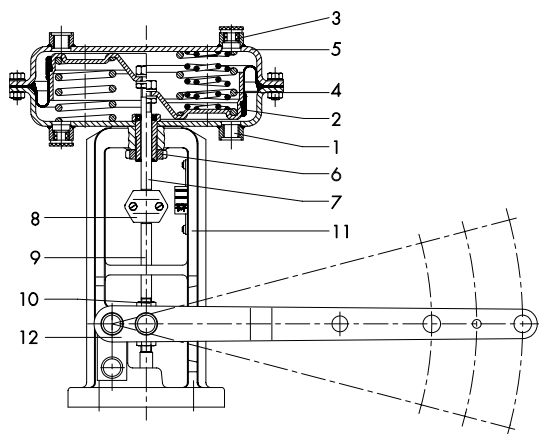

Рис. 3 · Разрез сервопривода типа 204-1 (правая половина мембраны с дополнительными пружинами)
Принцип работы (рис. 3)
Управляющее давление p_{st} создает на мембране (2) усилие, которое уравнивается пружинами (4), расположенными в приводе. Количество и предварительное сжатие пружин определяют диапазон управляющего давления. Положение штока привода (7) через блоки (детали) (8), (9) и (10) передается на рычаг (12). Поворотный рычаг располагается на раме (11) и имеет на свободном конце три крепежных отверстия для болтов. Выбор отверстий зависит от требуемой установочной силы и необходимого хода рычажного механизма. Направление действия штока привода (7) зависит от длины пружин и от подключения управляющего давления сервопривода (рис. 3). Могут поставляться следующие типы: